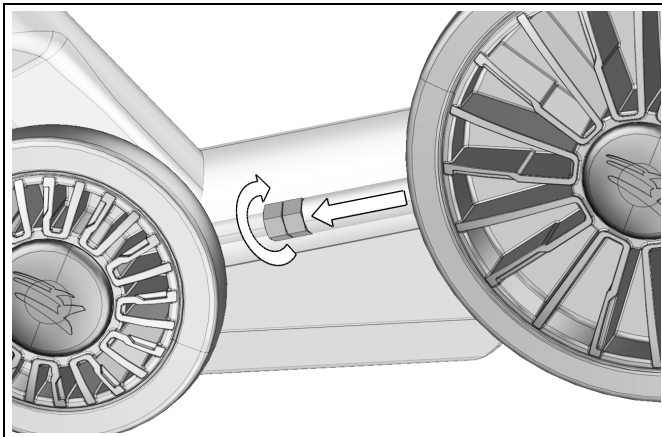

Figure 27
- Régler le tensionneur de chenille au minimum. Voir la Figure 27.